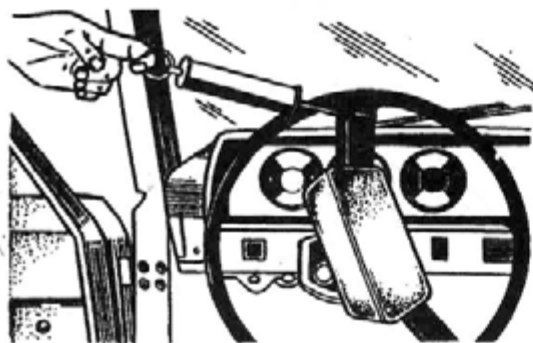

Рис. 212. Определение усилия, необходимого для проворачивания рулевого вала
- определением момента, требуемого для вращения рулевого вала (рис. 212), который не должен превышать $1 \text{ Н} \cdot \text{м}$ ($0,1 \text{ кгс} \cdot \text{м}$), что соответствует усилию на ободе рулевого колеса 5 Н ($0,5 \text{ кгс}$).